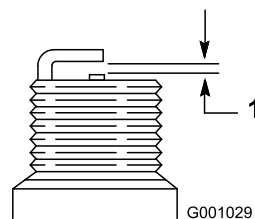

Рисунок 39
4. На новой свече установите зазор между электродами 0,76 мм, как показано на Рисунок 39.